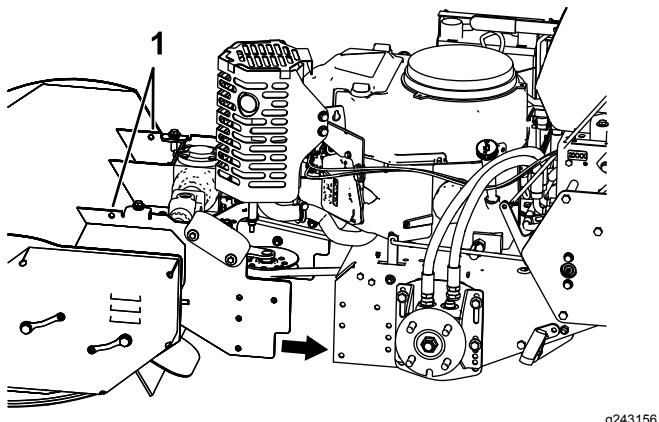

Bild 3
- Nehmen Sie die obere Abdeckung am Schlegel und an der Stange des Zapfwelleneinkupplungsgestänges ab, bevor Sie den Schlegel anheben und richtig gegen die Zugmaschine positionieren (Bild 3).